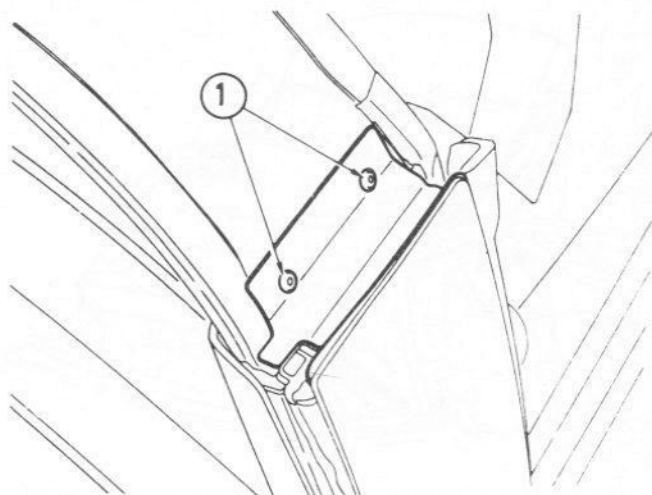

Fig. 13.116 Rivets en plastique (1) maintenant le support de tendeur – modèles Cabriolet (Sec 21)
- 22 Pousser les goupilles centrales des rivets en plastique (Fig. 13.116) et déposer le support de tendeur.